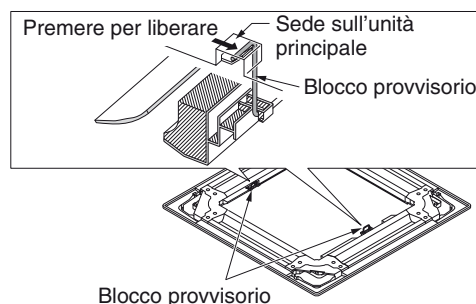

Fig. 7-4
- 1) Fissare i blocchi provvisori sul lato interno del pannello a soffitto all'apposita sede ubicata nell'unità in modo da tenerlo provvisoriamente in posizione. (Fig. 7-4)
- Per rimuovere il pannello occorre premere verso l'esterno i blocchi provvisori mentre lo si mantiene afferrato. (Fig. 7-4)